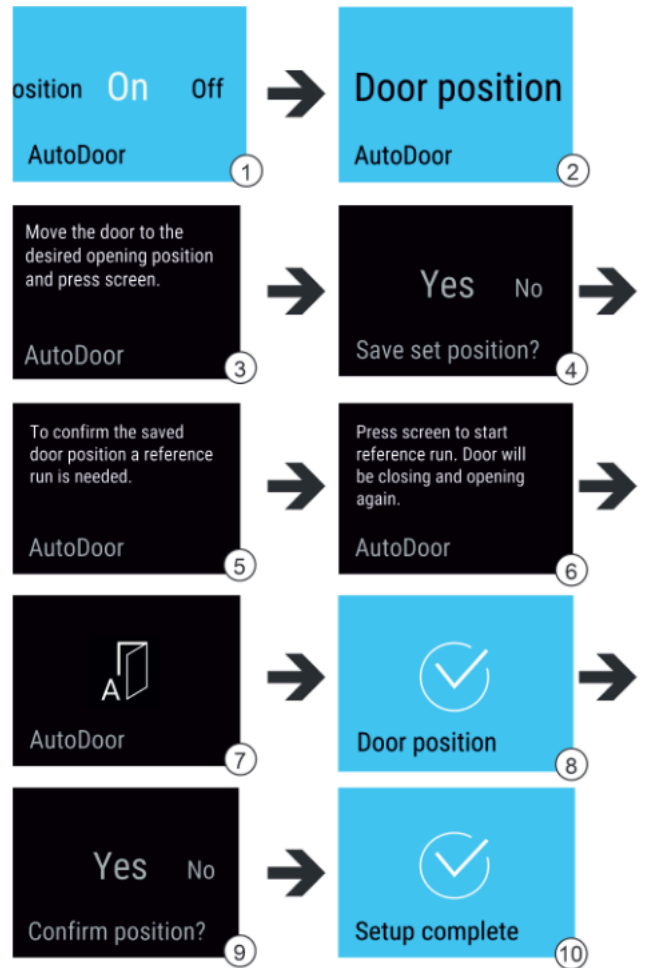

Fig. 17
- ▶ Selezionare la funzione AutoDoor. Fig. 17 (1)
- ▶ Far scorrere il dito sul display finché non viene visualizzato Door position. Fig. 17 (2)
- ▶ Configurare l'angolo di apertura della porta: aprire la porta di almeno 70°. Fig. 17 (3)
- ▶ Confermare l'angolo di apertura della porta: toccare il messaggio sul display. Fig. 17 (4)
- ▶ Avviare la corsa di riferimento: toccare il display. Fig. 17 (6)
- ▷ Il display lampeggia. Fig. 17 (7)
- ▷ La corsa di riferimento è stata eseguita correttamente: il display diventa blu per 2 secondi. Fig. 17 (8)
- ▶ Confermare l'angolo di apertura della porta. Fig. 17 (9)
- ▷ Il display diventa blu. Fig. 17 (10)